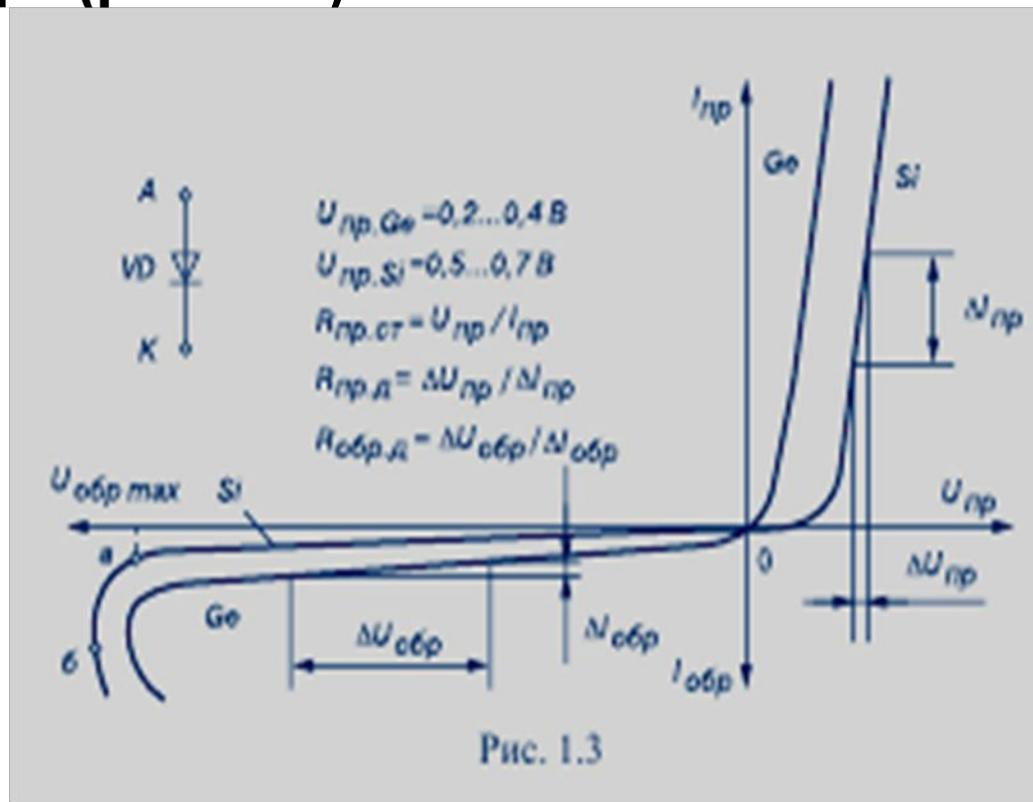

Рис. 1.3
- Полупроводниковым диодом называют прибор с одним р-п переходом, имеющим два вывода: анод А и катод К (рис. 1.3).